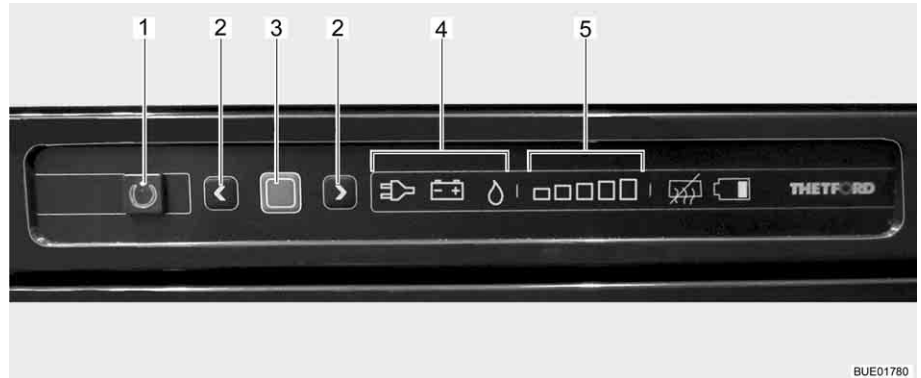

Fig. 133 Boutons de commande pour le réfrigérateur
Le mode de fonctionnement actuel est indiqué par un symbole éclairé (Fig. 133,4) sur l'unité de commande.
Lorsque le réfrigérateur est mis en marche, il choisit automatiquement la dernière température du thermostat sélectionnée. Ce réglage peut cependant être corrigé manuellement à l'aide des touches fléchées (Fig. 133,2). Les barres lumineuses de l'indicateur du degré de refroidissement (Fig. 133,5) indiquent le réglage sélectionné du thermostat. La température de réfrigération de tous les trois types d'énergie est réglée avec les touches fléchées. Il faudra attendre quelques heures jusqu'à ce que le réfrigérateur ait atteint sa température normale de réfrigération. Il garde toutefois son réglage de température lorsqu'on change d'un mode à un autre. La température de réfrigération est maintenue indépendamment du type d'énergie choisi.
- Appuyer sur la touche Marche/Arrêt (Fig. 133,1) pendant 1 seconde. La touche (Fig. 133,1) s'allume en vert. L'affichage devient plus sombre pour des raisons d'économie d'énergie au bout d'env. 10 secondes.
- Appuyer sur la touche de confirmation (Fig. 133,3). Le réglage actuel du mode de fonctionnement est affiché.
- Quand le mode de fonctionnement gaz n'est pas réglé : Pour changer le réglage, presser la touche de confirmation (Fig. 133,3) pendant env. 2 secondes.
- Choisir le régime au gaz avec les touches fléchées (Fig. 133,2). L'arrivée de gaz est ouverte. L'allumage s'effectue de manière automatique. Un tic-tac est distinctement perceptible jusqu'à ce que la procédure d'allumage soit effectuée avec succès.
- Appuyer sur la touche de confirmation (Fig. 133,3) pendant env. 2 secondes.
- Appuyer de nouveau sur la touche de confirmation (Fig. 133,3). Le degré actuel de refroidissement est indiqué par les barres lumineuses (Fig. 133,5).
- Pour changer le réglage, appuyer sur les touches fléchées (Fig. 133,2) jusqu'à ce que le réglage désiré soit affiché.
- Appuyer sur la touche Marche/Arrêt (Fig. 133,1) pendant env. 2 secondes. Toutes les lampes s'éteignent. Le réfrigérateur est coupé.
- Quand le régime 230 V n'est pas réglé : Pour changer le réglage, presser la touche de confirmation (Fig. 133,3) pendant env. 2 secondes.
- Choisir le régime 230 V avec les touches fléchées (Fig. 133,2).
- Quand le mode de fonctionnement 12 V n'est pas réglé : Pour changer le réglage, presser la touche de confirmation (Fig. 133,3) pendant env. 2 secondes.
- Choisir le régime 12 V avec les touches fléchées (Fig. 133,2).